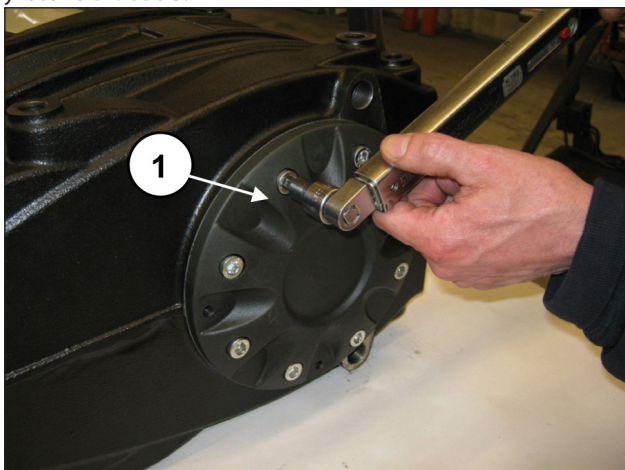

Рис. 60
Затяните 8 винтов М10х30 (поз. ①, Рис. 60).